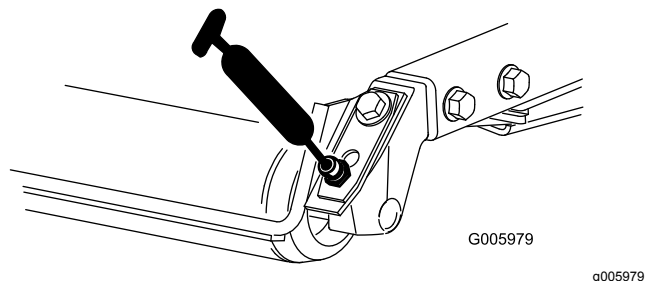

Figure 31
- Roulements de rouleau arrière (2 par plateau de coupe) (Figure 31)